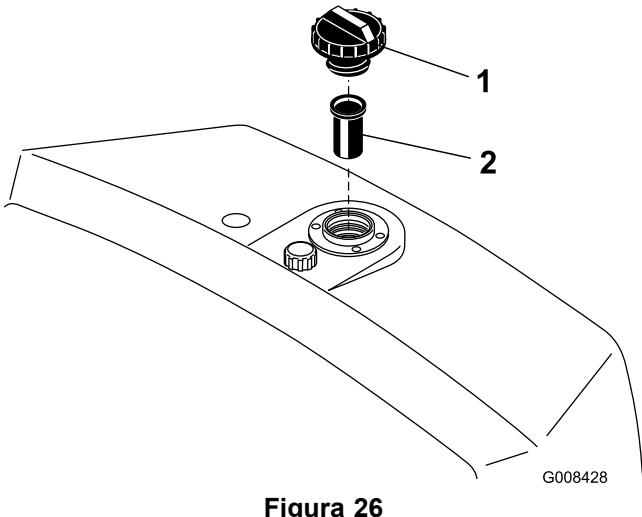

Figura 26
- Retire el tapón del depósito y verifique el nivel de aceite. El nivel de líquido debe llegar a la parte inferior del filtro de malla del cuello de llenado (Figura 26).